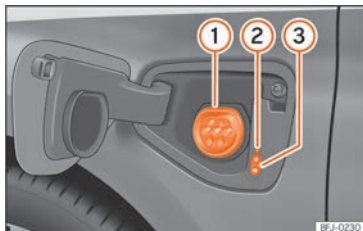

Abb. 227 Hinter der Batterieladeklappe vorn links: Ladedose
» » **Abb. 227**
- Drücken Sie bei entriegeltem Fahrzeug auf die Batterieladeklappe, um diese zu öffnen » » **Abb. 227.**